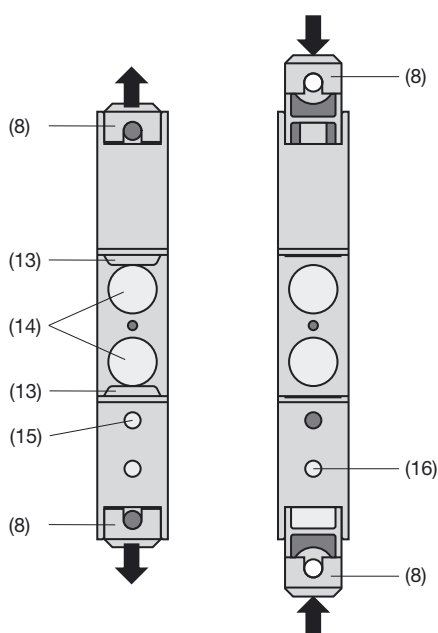

Fig. 7. Fond de l'appareil.
- (8) Languettes de fixation
- (13) Cliquets de retenue
- (14) Tampons en caoutchouc
- (15) Verrouillage pour languettes rentrées
- (16) Verrouillage pour languettes extraites
Ensuite tirer en dehors les languettes de fixation (8) en enfonçant en même temps les boutons de verrouillage (15) (Fig. 7 à gauche).
Pour rentrer si nécessaire les languettes de fixation, il faut enfoncer les boutons de verrouillage (16) et en même temps glisser les languettes de fixation (8) dans la base du boîtier (voir Fig. 7 à droite).